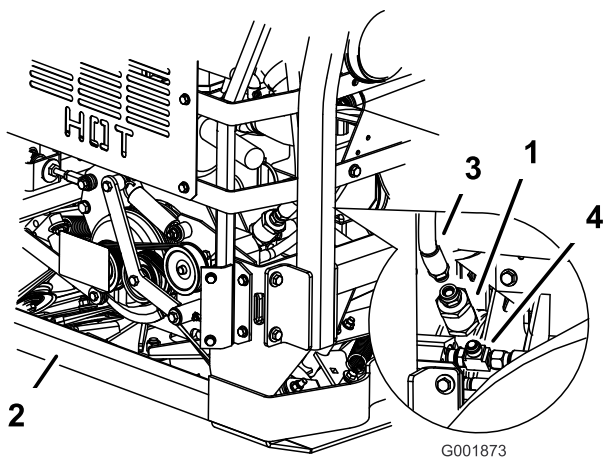

Figura 77
1. Coloque un recipiente debajo del filtro y retire el manguito hidráulico del filtro (Figura 77).
2. Retire el filtro hidráulico del ventilador de refrigeración del acoplamiento en T de la parte inferior del filtro (Figura 77).
3. Instale el filtro conectando la parte inferior al acoplamiento en T y conectando el manguito hidráulico a la parte superior (Figura 77).